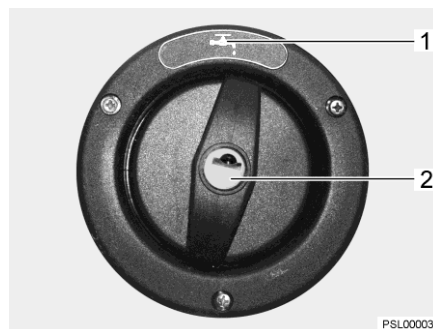
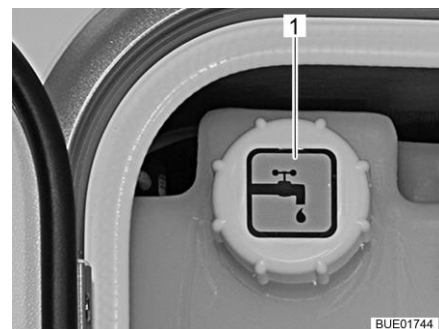

Fig. 246 Tubo de llenado de agua potable (Lyseo I)
Fig. 247 Tubo de llenado de agua potable en la unidad de servicio (Ixeo I)
El tubo de llenado de agua potable está identificado con el símbolo "☞" (Fig. 246,1 ó Fig. 247,1).
- Introducir la llave en el cilindro de cierre (Fig. 246,2) y girarla un cuarto de vuelta en sentido contrario a las agujas del reloj.